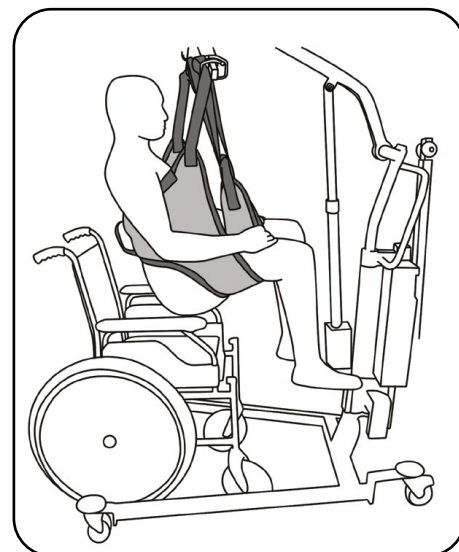

Abb. 8.2.03 – Anheben des Patienten
10. Heben Sie den Patienten mit dem aks-Patientenlifter an (Abb. 8.2.03). Beobachten Sie dabei den Patienten und die Straffung des Liftergurtes. Korrigieren Sie gegebenenfalls den Sitz des Liftergurtes durch erneutes Ablassen des Patienten und Verschieben der ungünstig sitzenden Teile des Liftergurtes. Beobachten Sie während des gesamten Hebevorganges ständig den Patienten und den Sitz des Liftergurtes. Heben Sie den Patienten nur so hoch wie nötig.